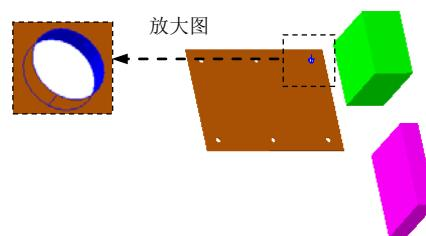

图 17.3.16 定义参考实体
Step1. 选择命令。选择下拉菜单 **插入 (I)** → **参考几何体 (G)** → 基准轴 (A)… 命令（或单击“参考几何体”工具栏中的 按钮），系统弹出“基准轴”对话框。
Step2. 定义基准轴的创建类型。在“基准轴”对话框的 **选择 (S)** 区域中单击 圆柱/圆锥面 (C) 按钮。
Step3. 定义基准轴的参考实体。选取图 17.3.16 所示的圆柱面为基准轴的参考实体。